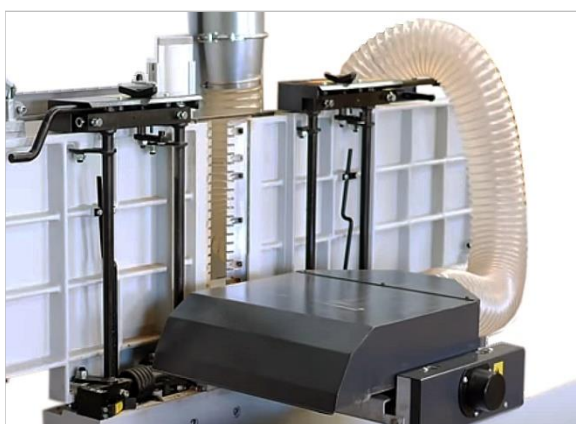

Abbildung 39: Absaug Schlauch im Dickenhobelbetrieb
- Der Absaug Schlauch kann über den hochgeklappten Aufgabetisch gehängt werden, so wie es in der ⇒ Abbildung 39 veranschaulicht ist.